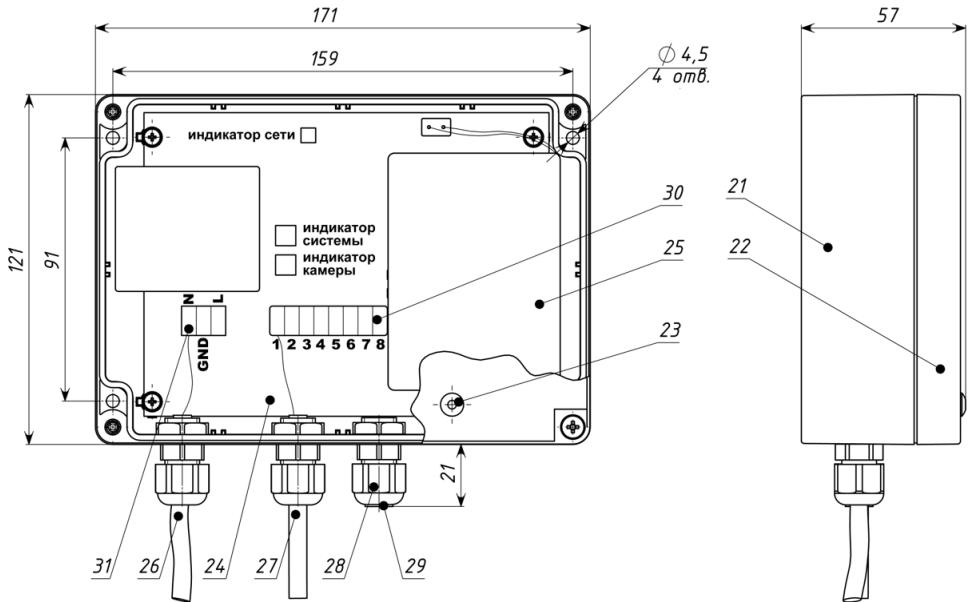
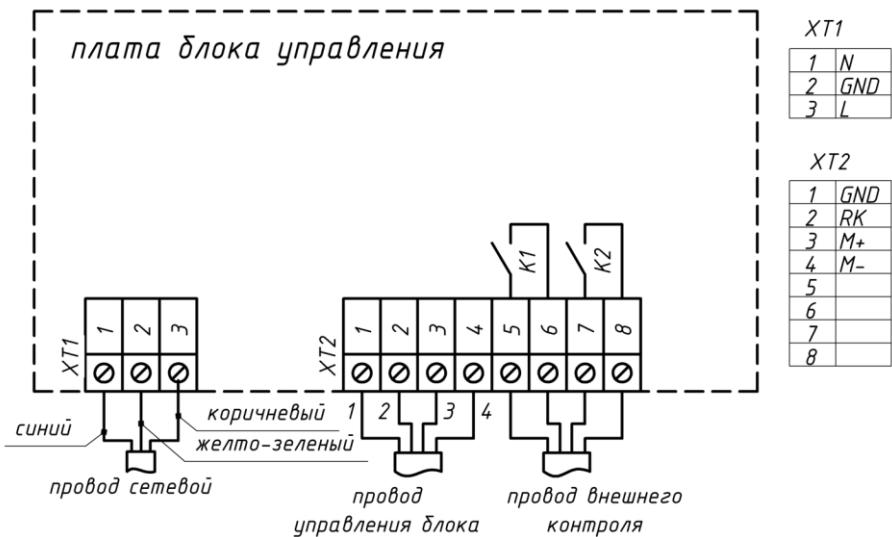

Рис. 2. Блок управления
Рис. 3 Схема расположения контактов блока управления
В состав блока управления входят (рис. 2):
Система запирания затвора представляет собой две камеры, установленные последовательно и снабженные автоматическим электроприводом, а также ручным приводом с запирающими заслонками 2 и 13 (рис. 1). В **нормальном** режиме работы при отсутствии подтопления заслонки находятся в открытом положении. При этом на блоке управления (рис. 2) на индикаторе камеры сигналы отсутствуют, горят **зеленым** индикатор сети и системы. Контакты K1 и K2 (рис. 3) замкнуты.
Во время подтопления стоками выше 70% от внутреннего диаметра подающей трубы затвора, поступает сигнал с датчика 7 в блок управления. Микроконтроллер блока управления подает сигнал электроприводу на закрытие, заслонка 2 закрывается и перекрывает обратный ток стоков. На блоке управления при этом включается звуковой сигнал и загорается индикатор камеры сначала **синим** (обнаружение стоков), затем после закрытия – **красным** цветом (затвор закрыт). Контакты K1 (рис. 3) замкнуты, а контакты K2 разомкнуты.
В случае отключения электроэнергии устройство полностью сохраняет свою работоспособность в течение максимум 96 ч благодаря встроенному необслуживаемому аккумулятору. При этом на индикаторе сети сигнал отсутствует, индикатор системы горит **зеленым**, контакты K1 и K2 (рис. 3) разомкнуты. По мере разрядки аккумулятора на индикаторе системы (рис. 2) может периодически пульсировать или загораться **зеленым** цвет и подаваться звуковой сигнал.
Для крепления блока предусмотрено 4 отверстия на корпусе 21 блока (рис. 2) диаметром 4,5 мм (крепеж в комплект поставки не входит). Провода 26 и 27 при установке блока на стене должны располагаться снизу. При монтаже необходимо учитывать, что длина провода сетевого – 3 м, а провода управления блока – 6 м.
4. Проверить соединение вилки четырехконтактного разъема провода 9 управления привода (рис. 1) с розеткой провода 27 управления блока (рис. 2);
6. Вынуть аккумулятор 25 (рис. 2) из корпуса 21 блока и подключить двухконтактный разъем к ответной части на плате управления 24 (**соблюдать полярность при подключении**);
11. Дождаться зарядки аккумулятора в течении 6 ч (полная зарядка аккумулятора происходит в течение 48 ч, при этом на индикаторе системы (рис. 2) может периодически пульсировать или загораться **зеленый** цвет и подаваться звуковой сигнал);
1. Вынуть заглушку 23 крышки (рис. 2) на крышке 22 блока;
3. Дождаться, когда на блоке управления загорится индикатор камеры **красным** цветом (затвор закрыт) и включится звуковой сигнал (контакты K1 и K2 (рис. 3) остаются в том же состоянии, что и до входа в тестовый режим);
2. Вынуть заглушку 23 крышки (рис. 2) на крышке 22 блока;
4. Дождаться, когда на блоке управления загорится индикатор камеры **красным** цветом (затвор закрыт) и включится звуковой сигнал (контакты K1 (рис. 3) остаются в том же состоянии, что и до входа в тестовый режим, т.е. замкнуты, а K2 разомкнутся на время закрытого состояния затвора);
5. Дождаться, когда произойдет опрос датчика, и при обязательном условии отсутствия подтопления, электропривод 3 (рис. 1) откроет заслонку 2, а звуковой сигнал прекратится (контакты K1 и K2 (рис. 3) остаются в рабочем замкнутом состоянии);
6. Установить на место заглушку 23 на крышке 22 блока (рис. 2).
3. Вынуть заглушку крышки 23 (рис. 2) на крышке 22 блока;
5. Дождаться, когда на блоке управления загорится индикатор камеры **красным** цветом (затвор закрыт) и включится звуковой сигнал (контакты К1 и К2 (рис. 3) разомкнуты);
6. Дождаться, когда произойдет опрос датчика, и при обязательном условии отсутствия подтопления, электропривод 3 (рис. 1) откроет заслонку 2, а звуковой сигнал прекратится (контакты К1 и К2 (рис. 3) разомкнуты)
9. Установить на место заглушку 23 (рис. 2) на крышке блока 22;
10. Подключить блок управления к сети, вставив вилку провода сетевого в розетку 220 В (контакты К1 и К2 (рис. 3) замкнуты);
3. Дождаться, когда на блоке управления загорится индикатор камеры **красным** цветом (затвор закрыт) и включится звуковой сигнал (контакты К1 и К2 (рис. 3) остаются в том же состоянии, что и до входа в тестовый режим).